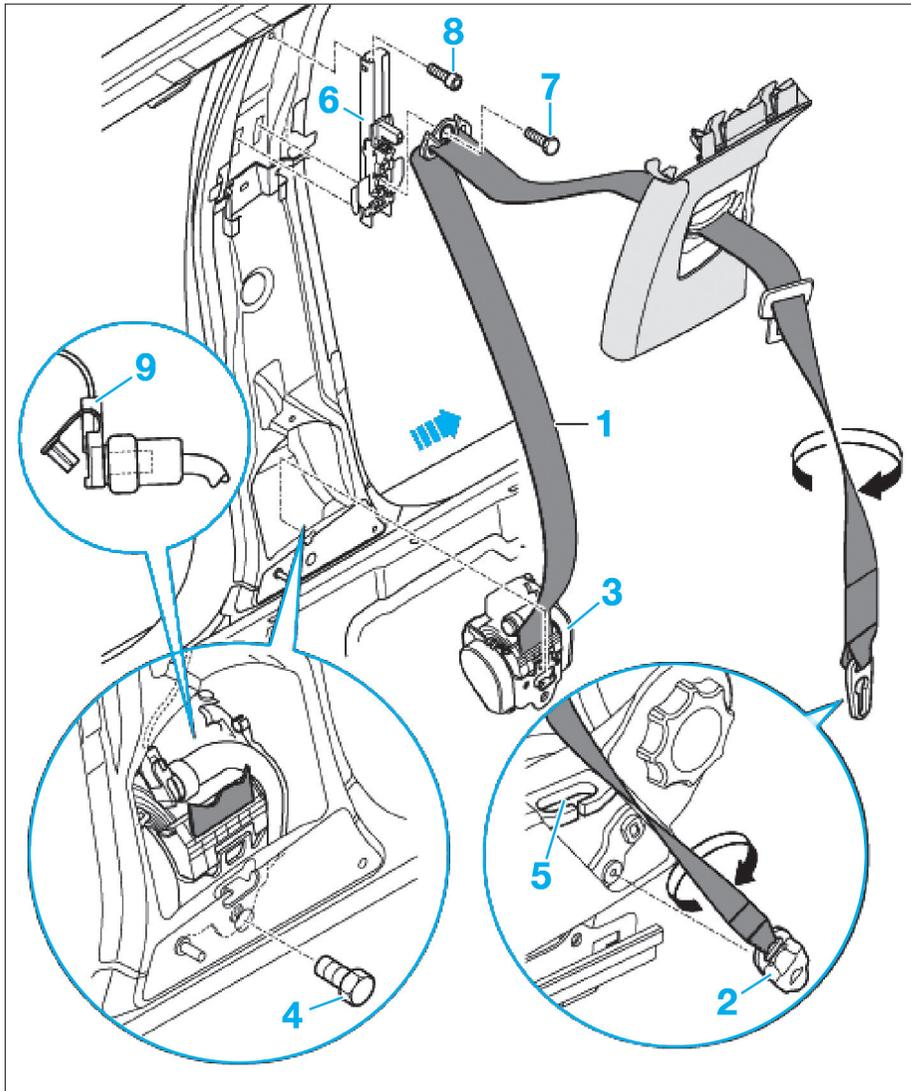

Fig. 12
- Détacher l'œillet (2) de la ceinture de sécurité au niveau du point d'ancrage extérieur du siège (Fig.12).
- Extraire la ceinture (1) du guidage (5).
- Tenir compte du dispositif antirotation et desserrer la vis (4) puis déposer le rétracteur de ceinture (3).
- Dévisser la vis (7) située à la partie supérieure au niveau du dispositif de réglage en hauteur (6) et détacher la ceinture (1).
- Afin de déposer complètement le dispositif de réglage en hauteur (6) de la ceinture, desserrer la vis (8) située au niveau du dispositif.
- À l'aide d'un tournevis, ouvrir le clip jaune situé au niveau du connecteur jaune-bleue (9) et débrancher le connecteur.
- Monter la sangle de ceinture retournée de 180° (flèche dans les sens de la marche) (Fig.12).
- S'assurer que le connecteur (9) est correctement branché.